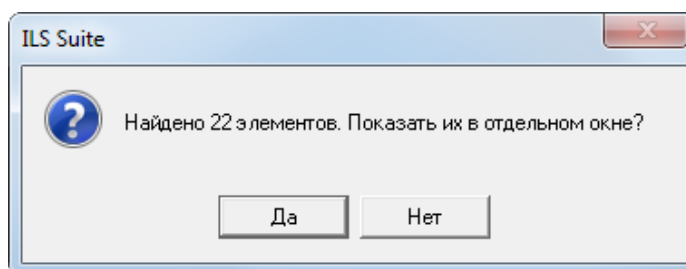

Рис. 7-29 – Информационное сообщение
- 4) После выполнения запроса откроется диалоговое окно с информацией о количестве найденных объектов (рис. 7-29).
- 3) В диалоговом окне с информацией о количестве найденных объектов, представленном выше на рис. 7-29, нажать кнопку «Да» или «Нет».
8) После выполнения запроса окно «Ввод запроса» будет закрыто и в новом диалоговом окне будет выведена информация о количестве найденных объектов (см. выше рис. 7-29). Нажать в нем кнопку «Да», чтобы открыть результаты поиска в новом рабочем окне.